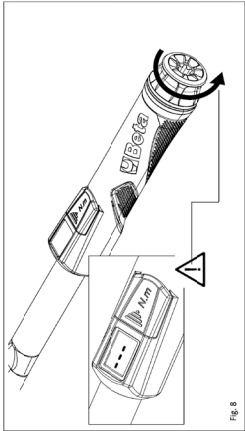

Fig. 8
- Se si supera il valore massimo della chiave sul display compaiono tre tratti orizzontali (rimanendo fissi) per avvisare il superamento del fondo scala. Non andare oltre forzando sul pomolo, riportare i valori all'interno della scala (fig. 8).
- If the maximum value of the wrench is exceeded, three horizontal dashes will appear on the display (and remain fixed), to indicate that the bottom of the scale has been exceeded. Do not proceed any further by forcing the knob; bring the values back into the scale (fig. 8).